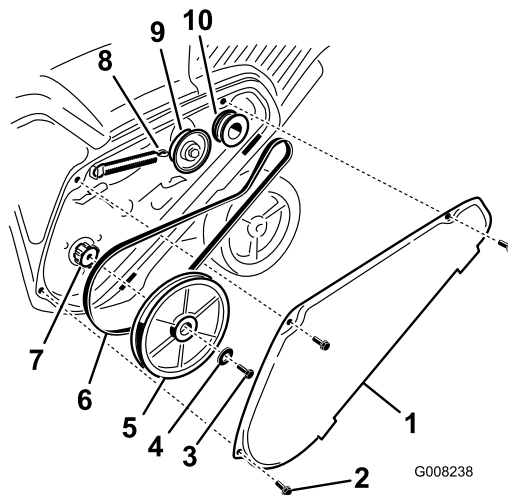

Figure 37
1. Enlevez le couvercle de la courroie d'entraînement après avoir retiré les 3 boulons comme illustré (Figure 37).
2. Débranchez le ressort de frein du bras de la poulie de tension pour détendre la courroie (Figure 37).
3. Enlevez la vis et la rondelle bombée qui retiennent la poulie de rotor (Figure 37).
4. Retirez la poulie de rotor et la courroie d'entraînement (Figure 37).
Remarque: Acheminez la courroie neuve autour de la poulie du moteur, puis de la poulie de tension, et enfin autour de la poulie de rotor desserrée, située juste au-dessus de l'arbre de rotor (Figure 37).
6. Montez la poulie de rotor sur l'arbre de rotor (Figure 37).
7. Montez la rondelle bombée et le boulon de fixation de la poulie de rotor, et serrez-les solidement (Figure 37).